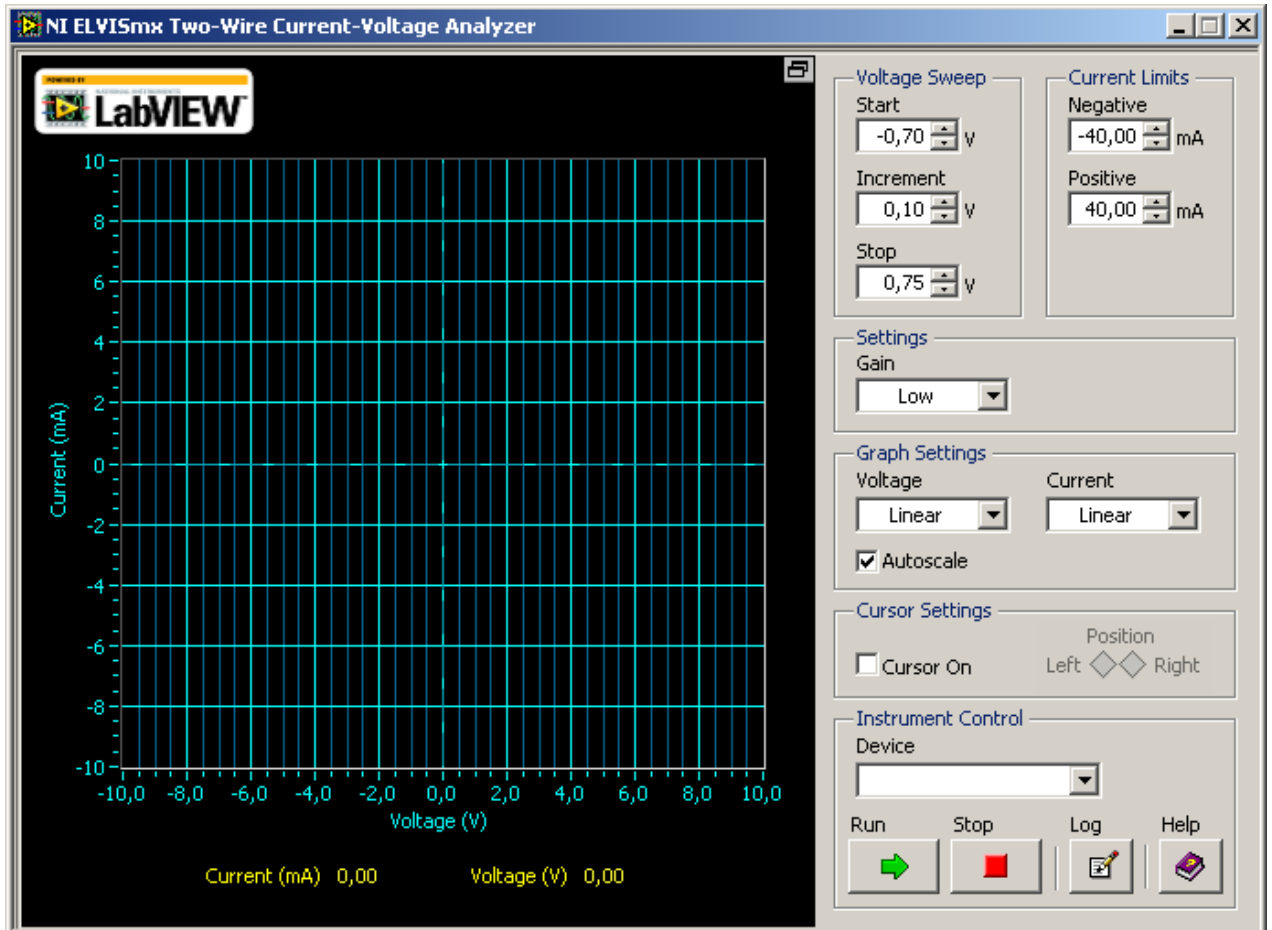

Рис. 5.1
- 4.2. На передней панели анализатора установить пределы изменения напряжения -0.7 – 0.75 В (рис. 5.1).